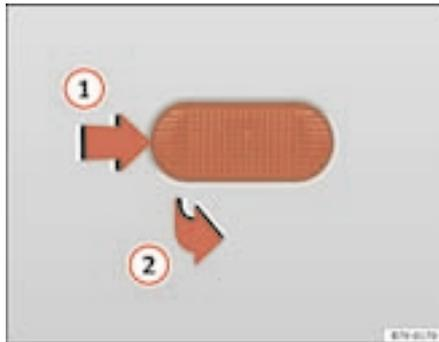

Abb. 164 Seitlicher Blinker
- Blinker nach vorne schieben ① ⇒ Abb. 164 und abnehmen ②.